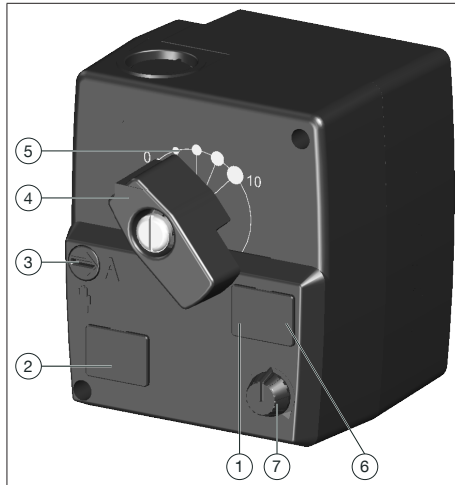

Abb. 2: Bedienelemente
Sie können die gewünschte Solltemperatur mittels Drehknopf (siehe Position (7) in Abb. 2 auf Seite 8) auf 0.5K genau einstellen. Während Sie die Temperatur einstellen wechselt die Temperaturanzeige temporär vom Istwert am Sensor auf den eingestellten Sollwert.
Unter der Abdeckung (siehe Position (1) in Abb. 2 auf Seite 8) befinden sich vier DIP- Schalter für weitere Einstellungen. Die Abdeckung können Sie mit einem kleinen Schraubendreher entfernen.